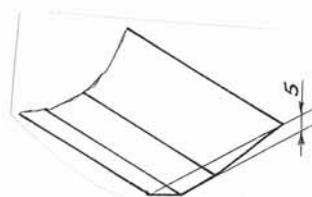

Рис. 5
4. Очень ответственная часть – крыло делается из заготовки 3. Используя две продольные линии сгиба, крылу придать равномерную по размаху кривизну, примерно в пять миллиметров (рис. 5).